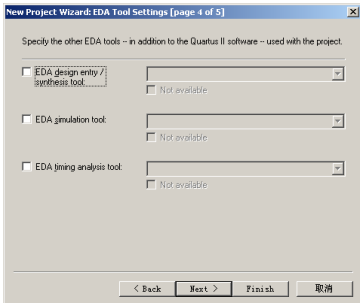

图 27-25 “EDA Tool Settings” 对话框
(6) 单击“Next”按钮，进入“EDA Tool Settings”对话框，如图 27-25 所示。其中，可以选择 Quartus II 软件之外提供的 EDA 工具。这里仅使用 Quartus II 软件中的编译仿真工具即可，因此，不做任何选择，直接跳过即可。